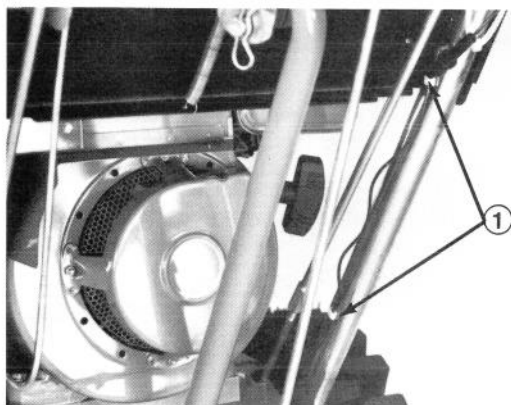

Fig. 15
5. Monter ledningsholdere til håndtag for at fastgøre ledningen (Fig. 15).